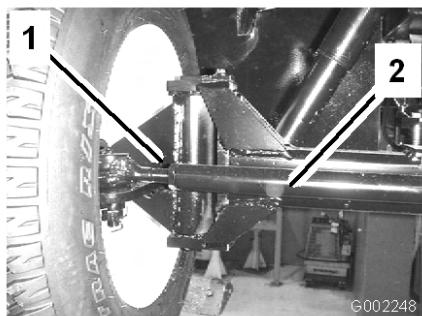

Figure 51
3. Si les mesures sont hors spécifications, desserrez les écrous de blocage aux deux extrémités de la biellette (Figure 51).